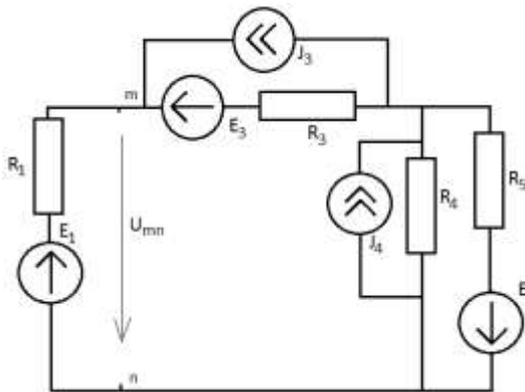

Рис. 154
1.5.1. Удаляем из схемы ветвь с искомым током (см. рис.154)